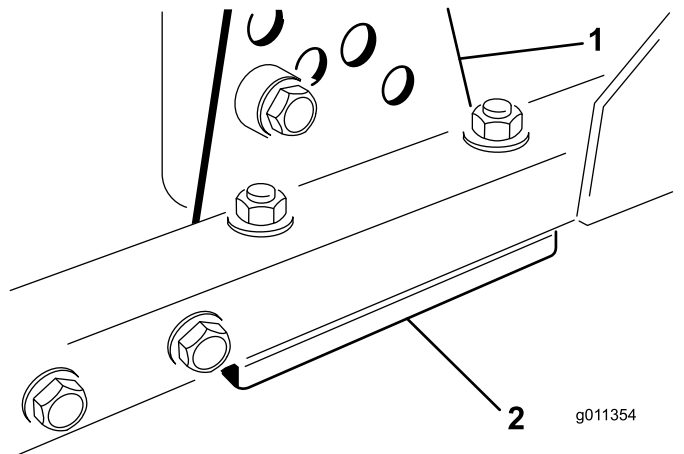

図 67
1. 刈り高ブラケット前、左、右のうち1つをデッキのフレームから外す 図 67。
2. デッキフレームとブラケットとの間に厚さ 1.5 mm または 0.7 mm のシム、場合によってはこれらの両方を挿入して、希望する刈高を達成する 図 67。